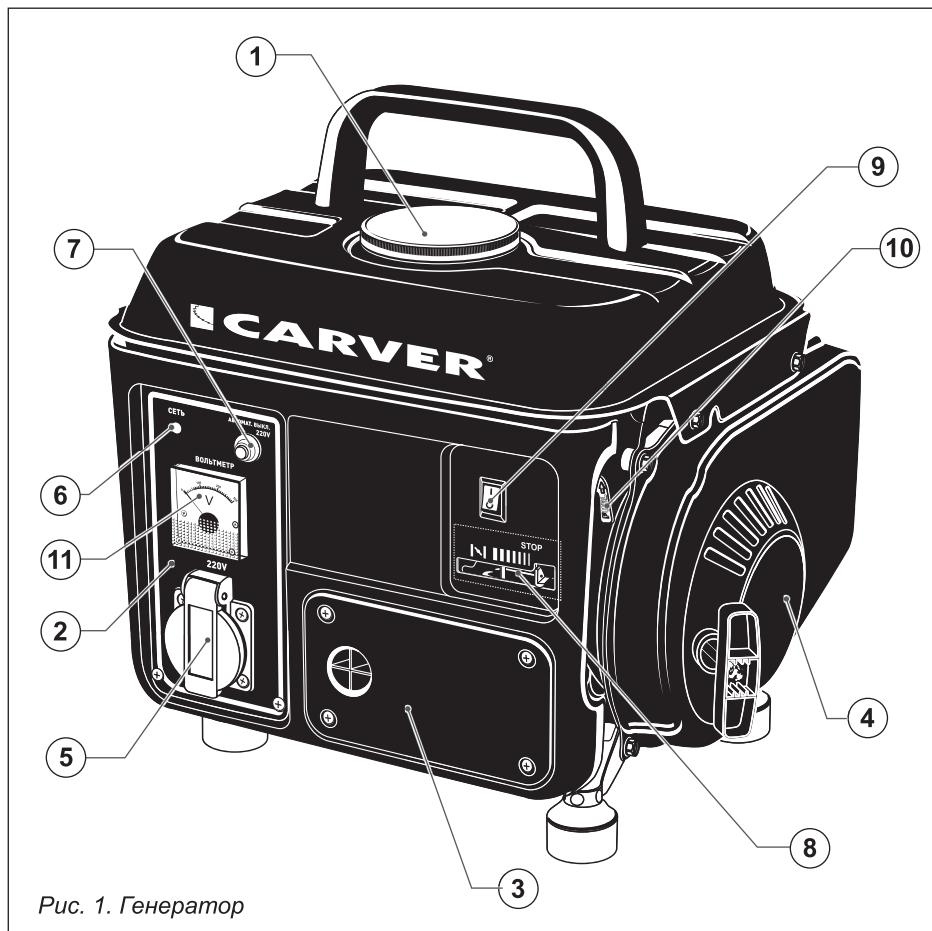

Рис. 1. Генератор
## 2. ОСНОВНЫЕ ЧАСТИ И УЗЛЫ ГЕНЕРАТОРА (рис. 1)
3. Установите выключатель (рис. 1) в положение «ВКЛ.».
4. Закройте воздушную заслонку карбюратора (рис. 1) (влево до упора).
5. Откройте топливный кран (рис. 1).